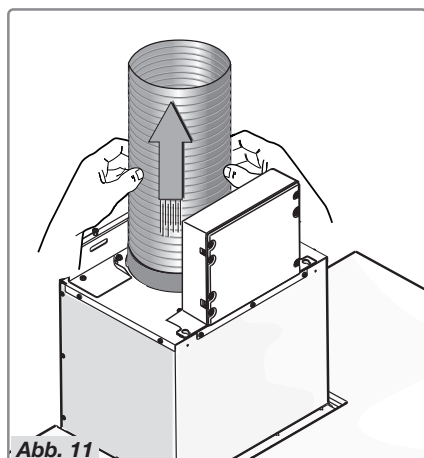

Abb. 11
- Schließen Sie den Flansch mithilfe eines Rohrs an den Luftabzug an (Abb. 11).